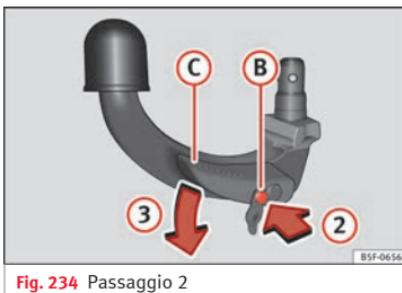

Fig. 234 Passaggio 2
- Premere il perno di sblocco ② nel senso della freccia ② e, al contempo, spingere fino in fondo la leva ③ nel senso della freccia ③ »» fig. 234.